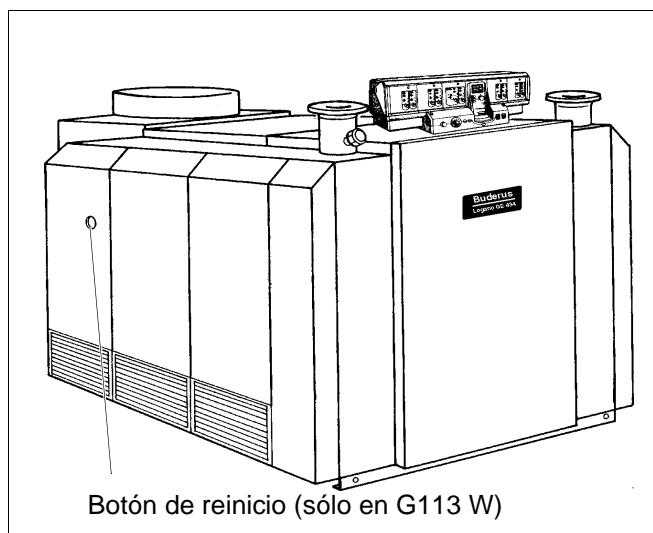

Fig. 2 Botón de reinicio
- Pulse el botón de reinicio (Abb. 2).